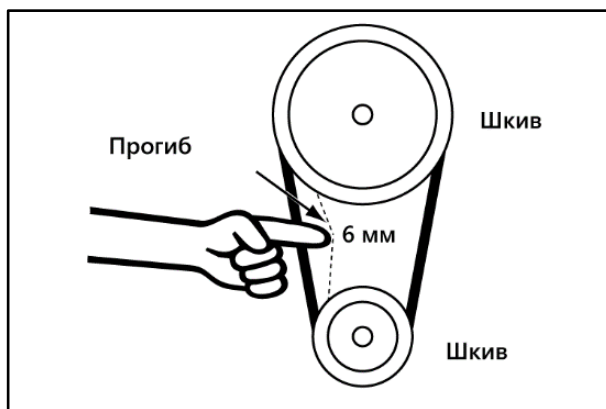

Рисунок 38.
- Опустите электродвигатель и настройте натяжение ремня так, чтобы при нажатии на ремень по середине со средним усилием, он прогнулся примерно на 6 мм (рис. 38).